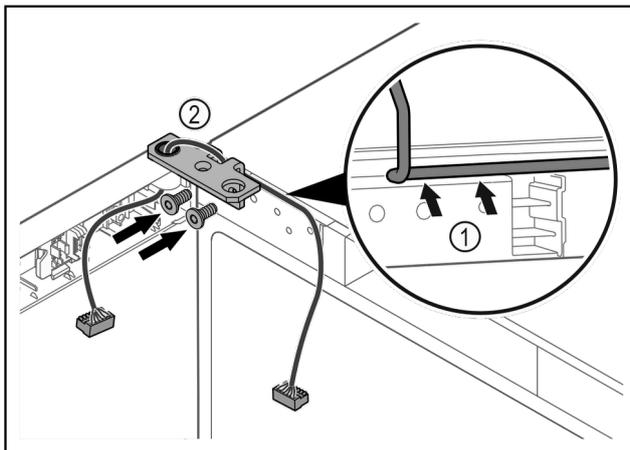

Fig. 45
- u Kabel durch die Ausparung des Scharnierwinkels führen und vorsichtig verlegen Fig. 45 (1).
- u Scharnierwinkel Fig. 45 (2) anschrauben.